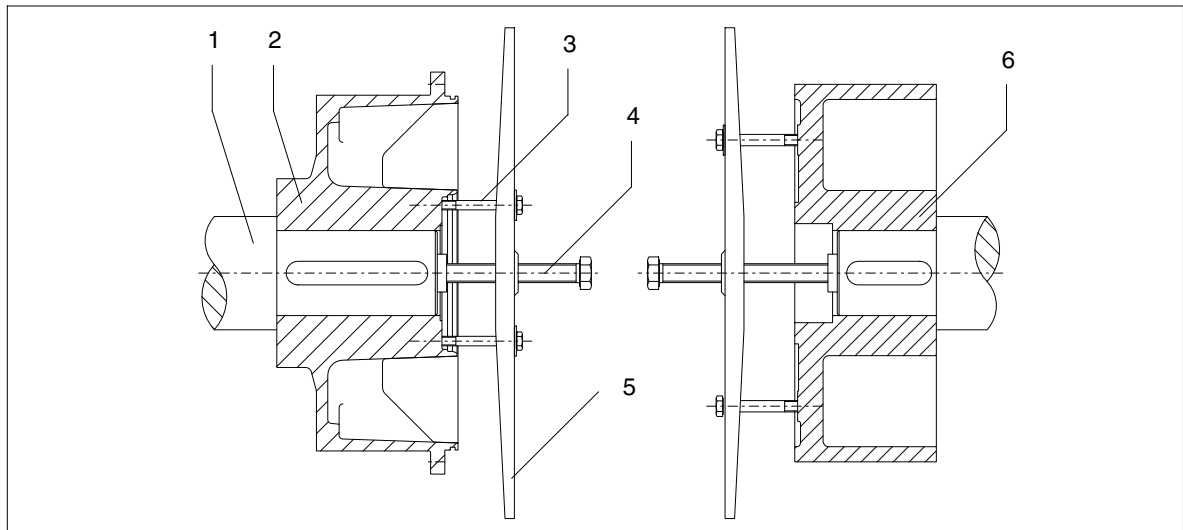

Bild 16: Ausbau der FLUDEX-Kupplung -c
Im Nabenträger Teil (120) befinden sich stirnseitig zwei um 180° versetzte Gewindebohrungen, die zum Einbringen von Zugschrauben genutzt werden können (siehe Bild 16).